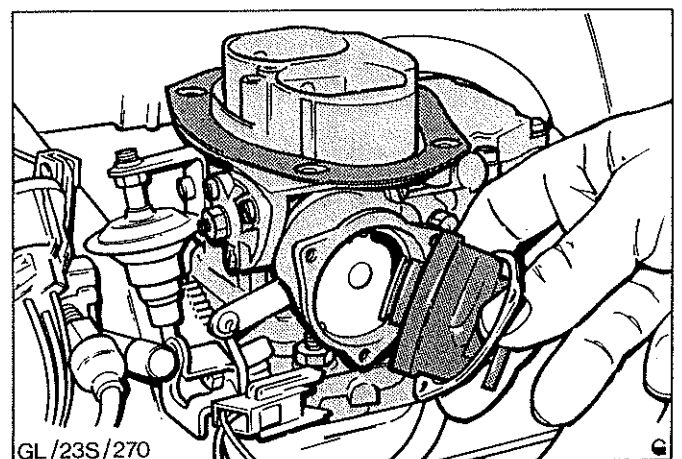

Abb.44 Äußeres Gehäuse der Startautomatik abbauen
4. Kabelstecker abziehen, Schrauben (3) entfernen und äußeres Gehäuse der Startautomatik mit Thermofeder komplett abbauen, Abb.44. Abschirmscheibe aus dem Startautomatikgehäuse entfernen.